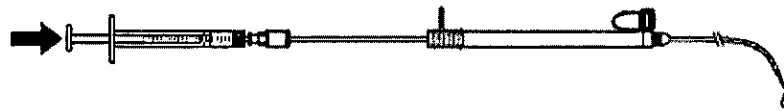

Fig. 2
1. Inmediatamente antes de introducir el sistema de implantación del stent en el organismo, utilice la jeringa de 1 ml incluida en el envase interior para lavar la luz de la guía con solución salina a través del conector (Fig. 2).